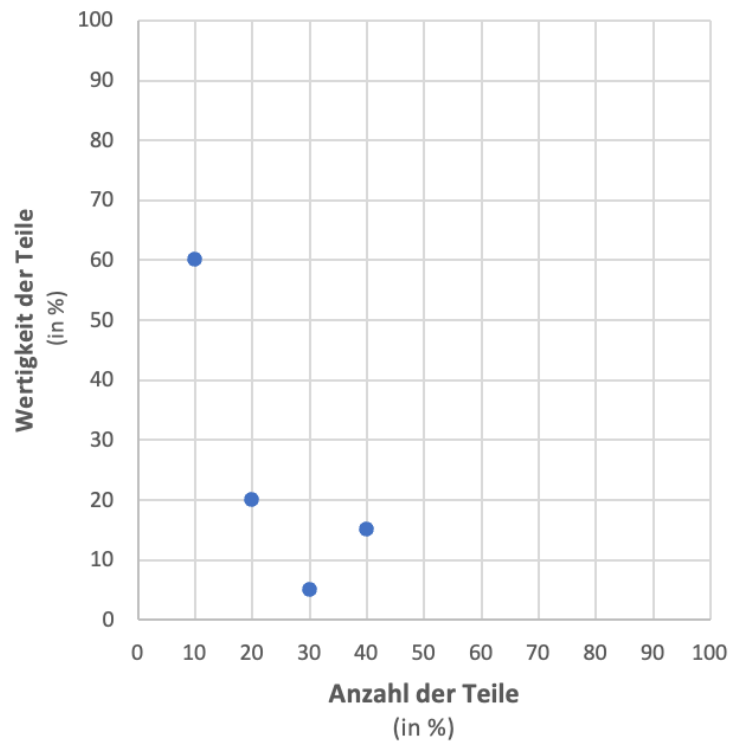

Abbildung OM 4.3: Neuartige graphische Darstellung für die ABC-Analyse
- g) Zeichnen Sie die 4 Beschaffungsartikel aus Abbildung OM 4.3 als Punkte in Abbildung OM 4.4 ein. (4 Punkte)